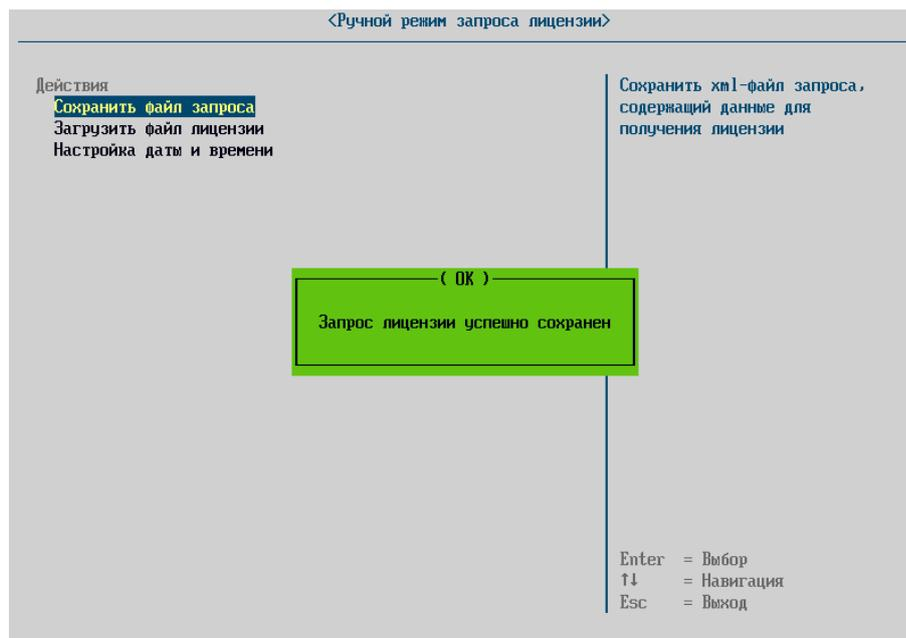

Рисунок 8 – Сохранение запроса лицензии
5) для создания файла запроса для получения лицензии в меню необходимо выбрать пункт «Сохранить файл запроса». Необходимые данные будут сохранены на предварительно подключенный к CBT USB-носитель в файл с именем «numa\_license\_req\_XXXXXXXX-XXXX-XXXX-XXXX-XXXXXXXXXXXX.xml» (см. рисунок 8);